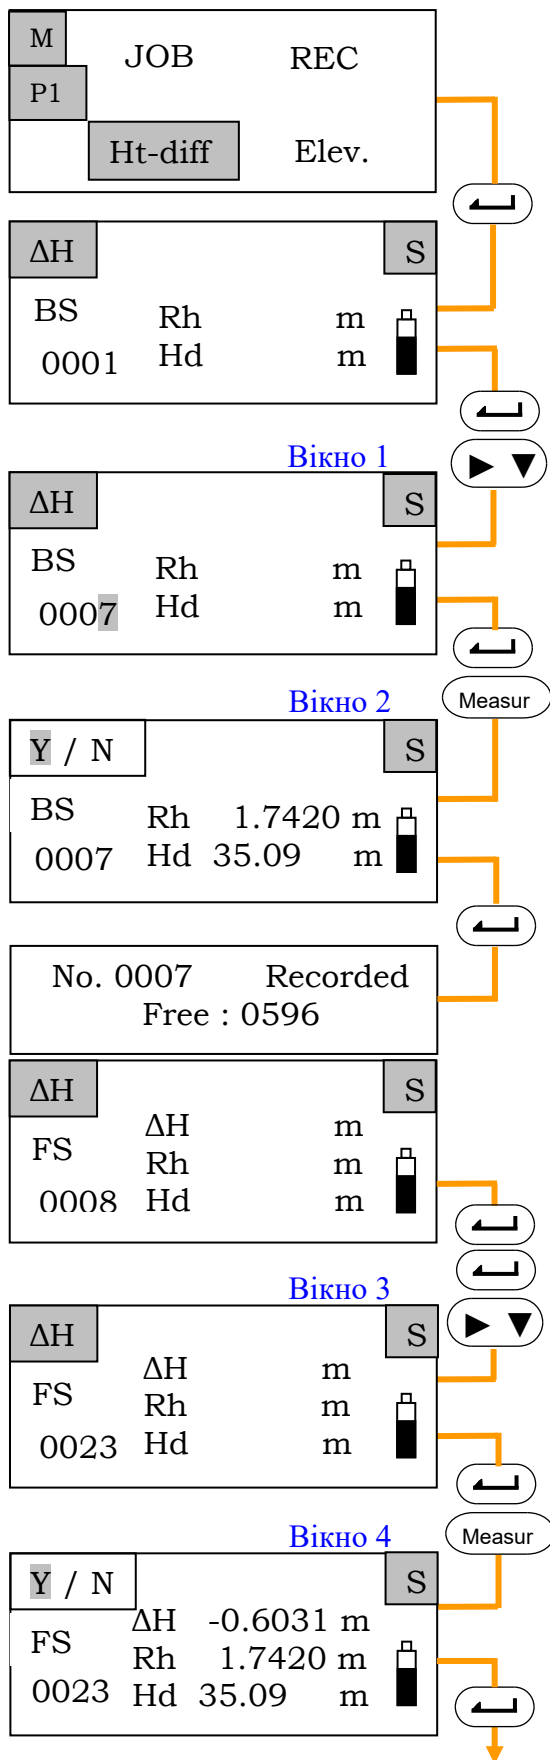

Рис. 6.4. Вихідний алгоритм вимірювання перевищень (початок рисунку)
Опис процесу вимірювань та алгоритм дій в рамках зроблених налаштувань показані на рис. 6.4. В даному випадку в *новому обраному файлі роботи* налаштовані однократність вимірювань (S), прямий хід (Go) та ручний режим запису даних (Manual).
Надалі за алгоритмом рис. 6.4.
**Примітка.** 1. При прокладанні нівелірного ходу на станції зазвичай роблять виміри на задню та передню зв'язуючі точки. Тому при нівелюванні по зв'язуючих точках атрибути BS та FS на інші не змінюються, як показано в алгоритмі на рис. 6.4. Але, якщо на станції нівелірного ходу треба зробити ще виміри на проміжну або на опорну точку, тоді треба виставляти відповідні атрибути (IS або FIX), а після вимірювань повертатися на передню зв'язуючу точку. Можна взагалі не використовувати атрибут, зробити вимірювання при «пустому» атрибуті та повернутися до зв'язуючої точки.
3. В новому обраному файлі, в якому ще немає збережених даних, після включення приладу висвітлюється номер точки 0001 (так, як в прикладі на рис. 6.4).
Процес вимірювань та алгоритм дій практично співпадають з тим, що показано на рис. 6.4. Особливістю автоматичного режиму запису (п. 4.2; рис. 4.5; рис. 3.6.2) є те, що зображення результатів вимірювань на передню рейку на дисплеї не затримується, миготить вікно з даними вимірювань і коротке повідомлення про кількість вільних місць в пам'яті та одразу здійснюється перехід до наступної дії. Тобто результати вимірювань на задню рейку зберігаються «вручну», а результати вимірювань на передню рейку зберігаються автоматично.
Для даних умов налаштовується режим вимірювань (A), (R) або (T); прямий або зворотний хід (Go) або (Return) та автоматичний режим запису даних (Auto). Алгоритм дій що на рис. 6.4 фактично залишається.